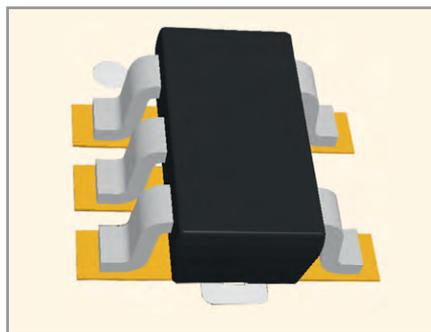

Рис. 5. 3D-модель компонента в формате STEP
- создание 3D-модели с помощью подключения модели в формате STEP (см. рис. 5);